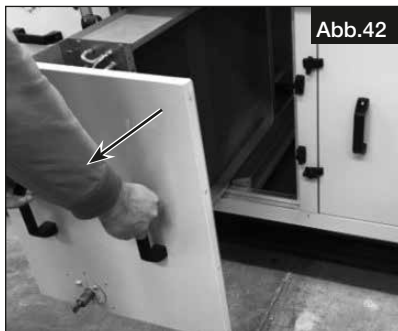

Abb.42
2. Das Change-Over-Register DX vorsichtig entfernen (s. Abb.42).